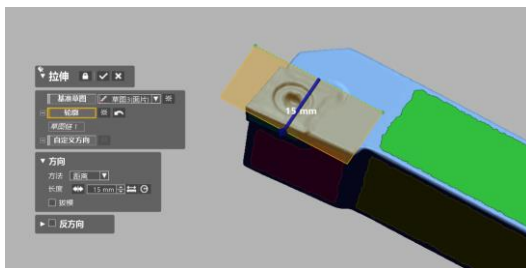

图 4.64 拉伸片体
8) 点击菜单栏模型) (创建曲面下) 拉伸图标 ，弹出拉伸对话框，轮廓选择草图 3，方向长度 15mm，如图 4.64 所示，点击确定完成片体的拉伸。